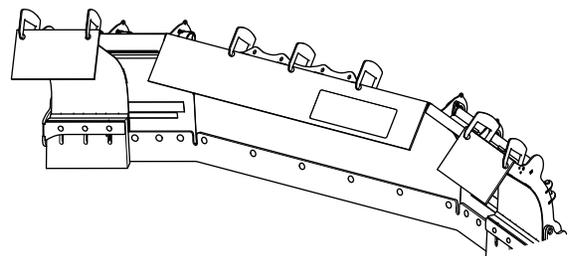

Bild 11
2. Klemmen Sie dem langen Lamellenabschnitt an der oberen Kante des Schneeschilds fest (**Bild 11**).
3. Klemmen Sie den kurzen Lamellenabschnitt an der oberen Kante der seitlichen Schneeschilde fest (**Bild 11**).